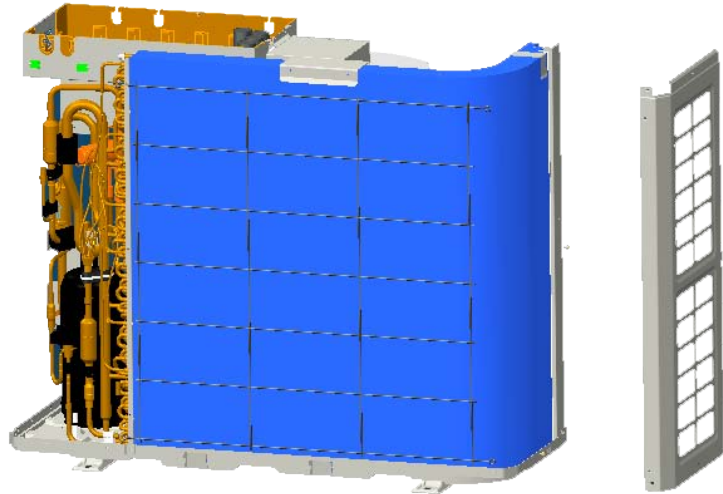

Fig. 5
- Afloje los tornillos y sacar el panel lateral izquierdo (Fig. 5)